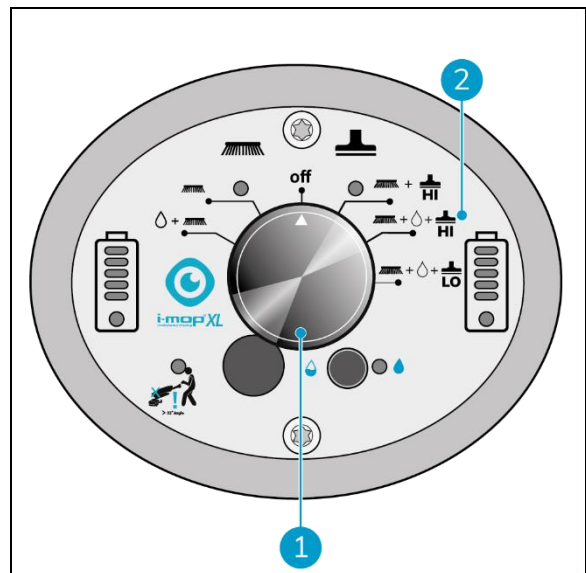

Figure 27
L'indicateur d'avertissement d'angle clignotera dans la zone encerclée en bleu dès que l'opérateur passera en dessous de 32 degrés. Le voyant s'allume et la récupération de l'eau est interrompue. Lorsque la poignée est relevée au-dessus de 32 degrés, le moteur d'aspiration redémarre après 5 secondes. (figure 27)
2. Utiliser l'interrupteur principal de l'i-mop XXL Pro (Figure 27, pos. 1) et choisissez le MODE 4 Brosse + Eau/Solution de nettoyage + Aspiration à sec (Figure 27, pos. 2).